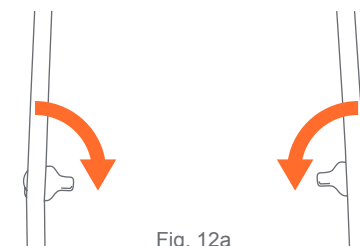

Fig. 12a
- 12) •** Luego gire las lengüetas del armazón del carrito (Fig. 12a).